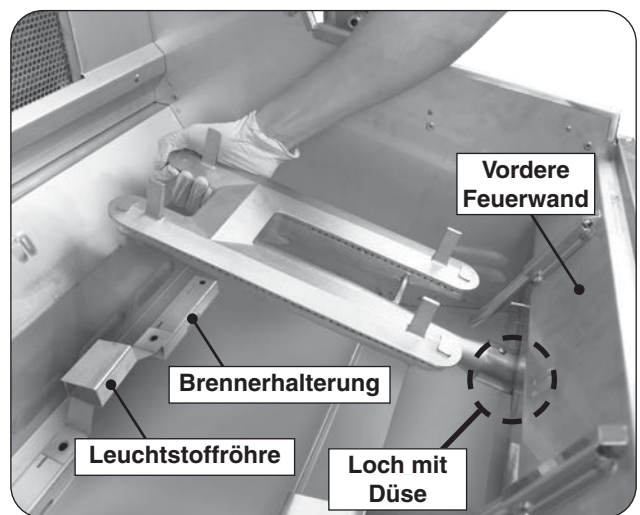

Abb. 40-2 Brenner ausbauen
3. Heben Sie den Brenner vorsichtig aus der Brennerhalterung und aus dem Loch in der vorderen Spritzwand. Siehe Abb. 40-2.